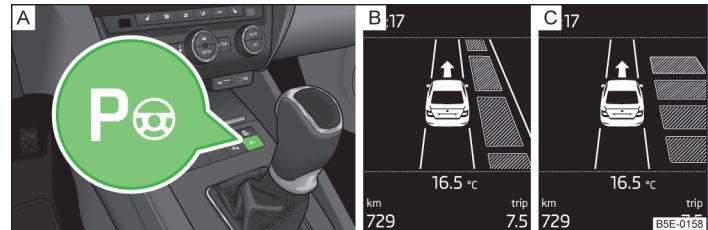

Abb. 133 Systemtaste / Anzeige im Display des Kombi-Instruments
Bei aktiviertem System leuchtet in der Taste  die Kontrollleuchte  » Abb. 133 auf Seite 141 - [\[A\]](#).
- Einmal die Taste **[P]** » Abb. 133 drücken.
Im Display des Kombi-Instruments wird Folgendes angezeigt » Abb. 133 - **[B]**.
- Zweimal die Taste **[P]** » Abb. 133 drücken.
Im Display des Kombi-Instruments wird Folgendes angezeigt » Abb. 133 - **[C]**.
- »** Einmal die Taste **Pa** **» Abb. 133** auf Seite 141 drücken.